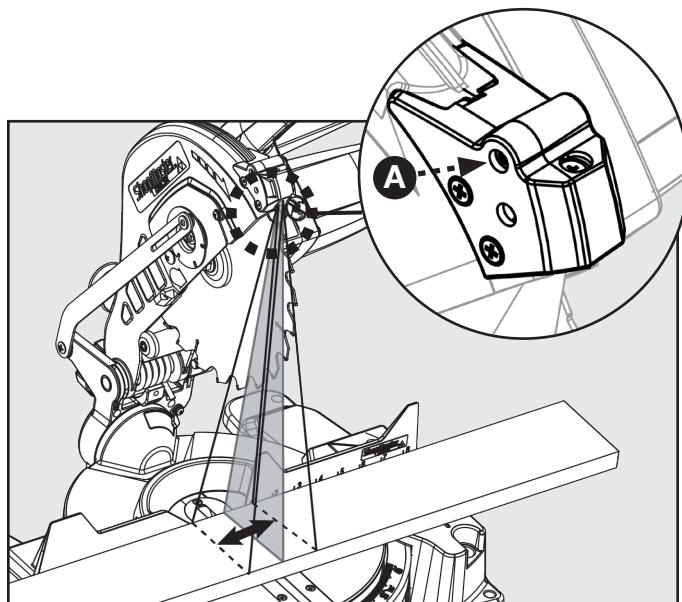

FIGURE 27
Consultez la figure 27 et suivez les instructions suivantes si vous remarquez le déport de la ligne du laser de la ligne actuelle de la coupe : tournez la vis (A) avec un tournevis à tête cruciforme pour corriger le déport.